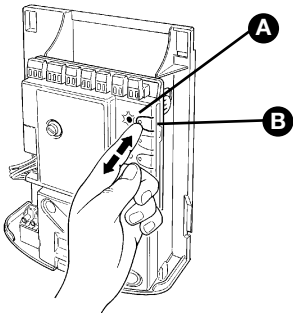

Figura 67
- 1 Presione y mantenga apretado el botón P1 [B] (Figura 67) en la central.